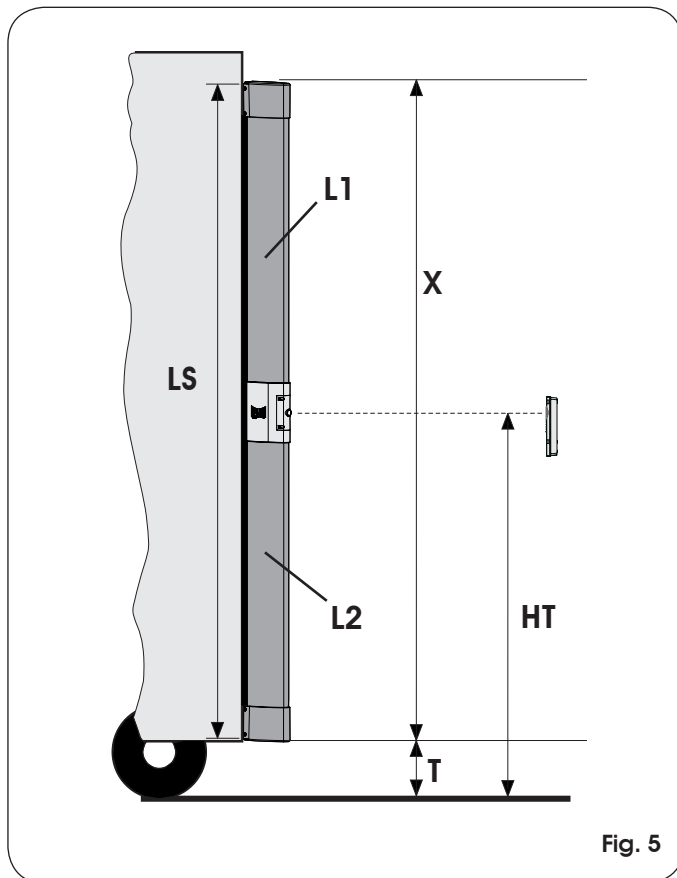

Fig. 5
Quand le récepteur fixe n'est pas installé sur une colonnette Safe Beam, le positionner de manière à ce que la lentille du panneau frontal (fig. 8 réf. ①) se trouve à une hauteur HT comprise entre 50 et 55cm du sol (HT voir Fig. 5).
Positionner le récepteur fixe de manière à ce que la lentille du panneau frontal (Fig. 8 réf. ①) se trouve à une hauteur du sol comprise entre 50 et 55 cm (HT voir Fig. 5).
Couper le profil d'accouplement et son profil en aluminium au moins à la même longueur que le bord fini (cote X Fig. 5).